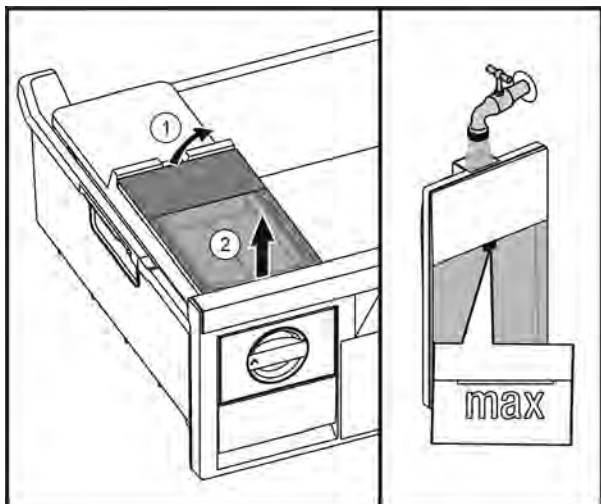

Fig. 29
- ▶ Поднять бак для воды сзади Fig. 29 (1) и извлечь движением вверх Fig. 29 (2).